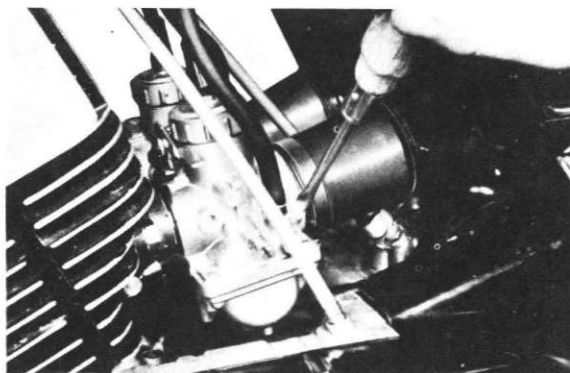

Fig. 4-18-5
- d. Visser chacune des vis de dosage de ralenti à fond de course, sans forcer, et la dévisser de 1 tour 3/4. Ce réglage est déterminé une fois pour toute en usine (Fig. 4-18-5).
- d. Die Regulierschrauben für Leerlaufgemisch sind hineinzudrehen bis ein leichter Widerstand verspürt wird, dann dreht man sie um 1-3/4 Drehung zurück. Diese Einregulierung wurde vor dem Versand im Werk durchgeführt, d.h. es ist keine weitere Einregulierung erforderlich (Siehe Abb. 4-18-5).